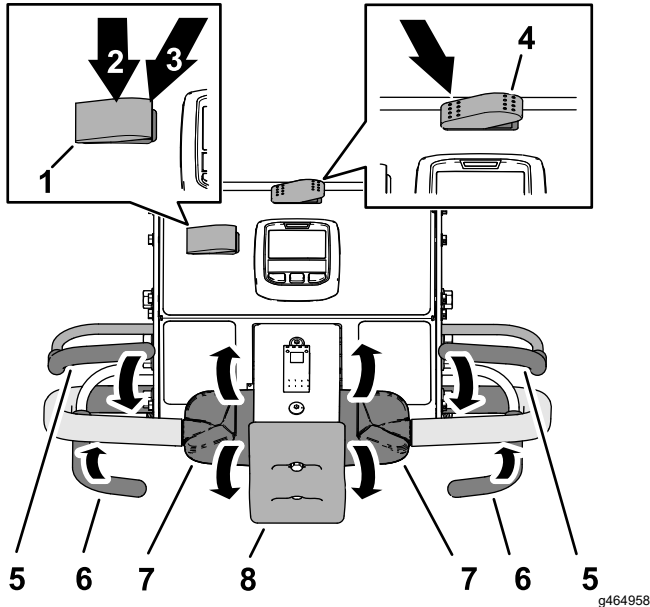

Figure 82
1. Placez la commande de transport/aération à la position AÉRATION (Figure 82).